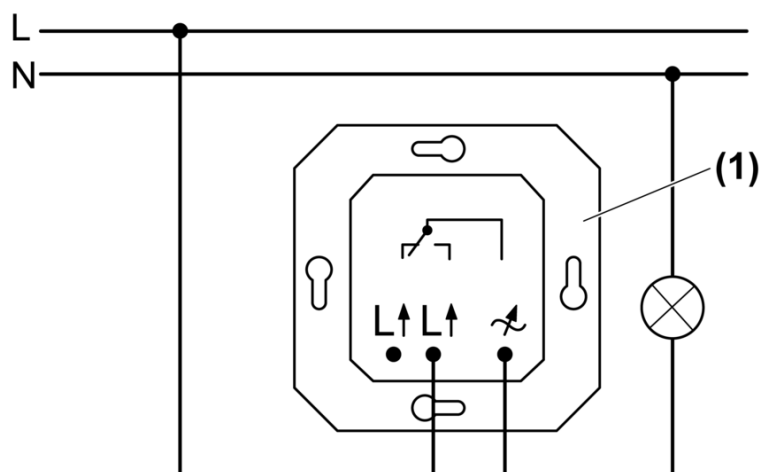

Рис. 2: Схема электрического подключения
- Подключите диммер (1) в соответствии со схемой (Рис. 2)#